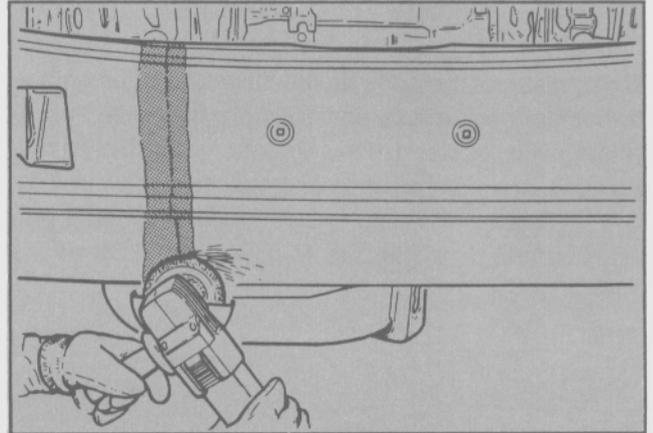

Fig. 34
- Usando una esmeriladora y pulidora, pulir los emplazamientos de soldadura cobresoldadura, quitando una cantidad mínima de material para no debilitar las juntas (Fig. 34).